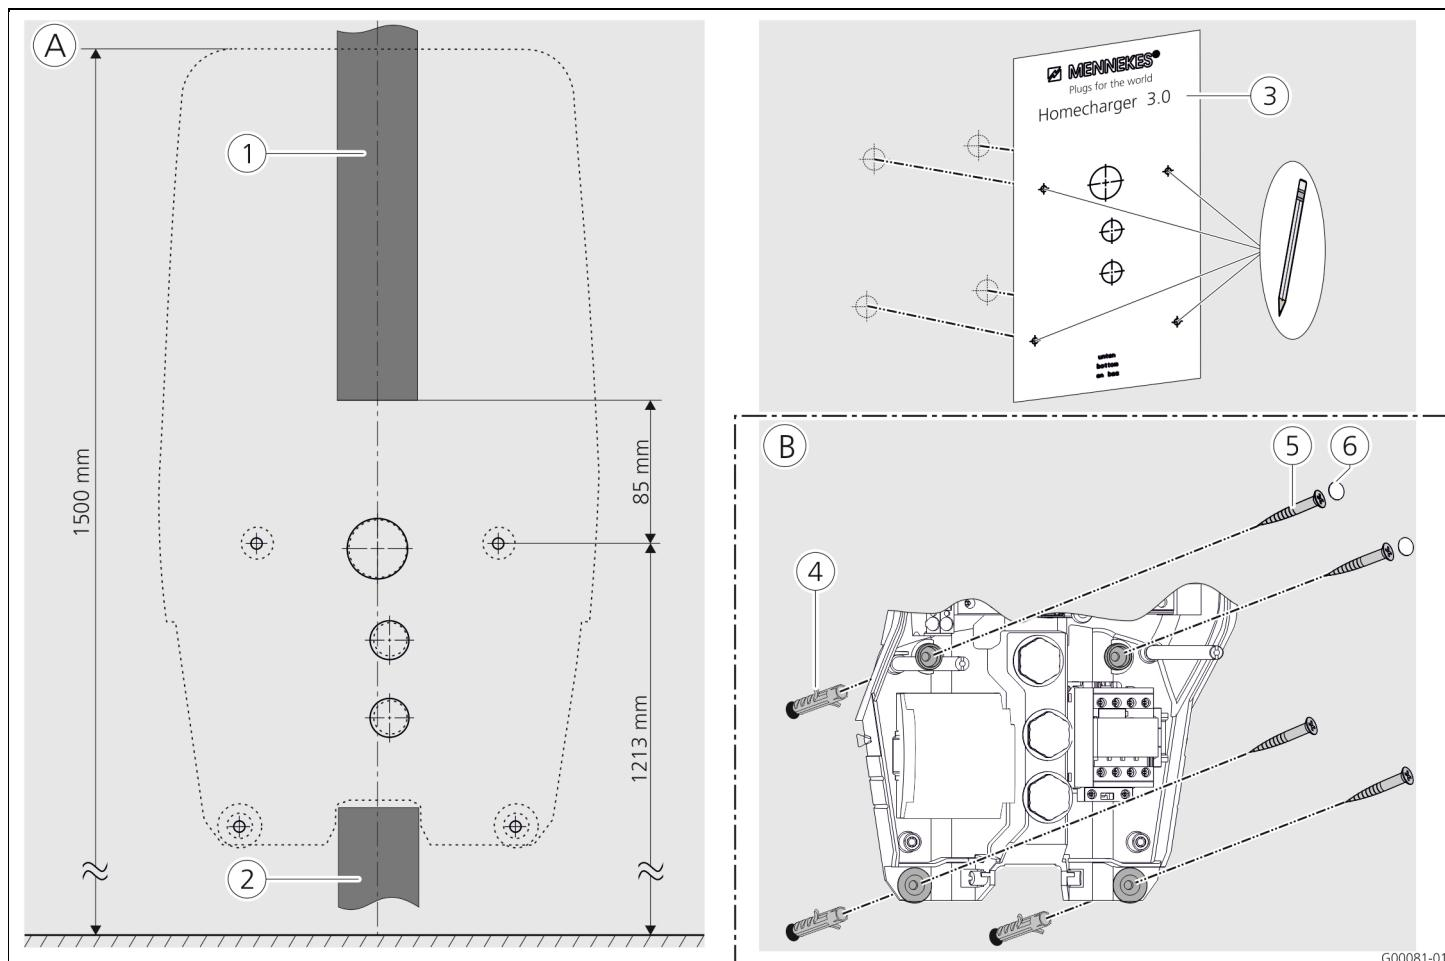

Abb. 13: Wandmontage
- ➔ Siehe auch „Abb. 13: Wandmontage“ auf Seite 12.
➔ Siehe auch „Abb. 13: Wandmontage“ auf Seite 12.